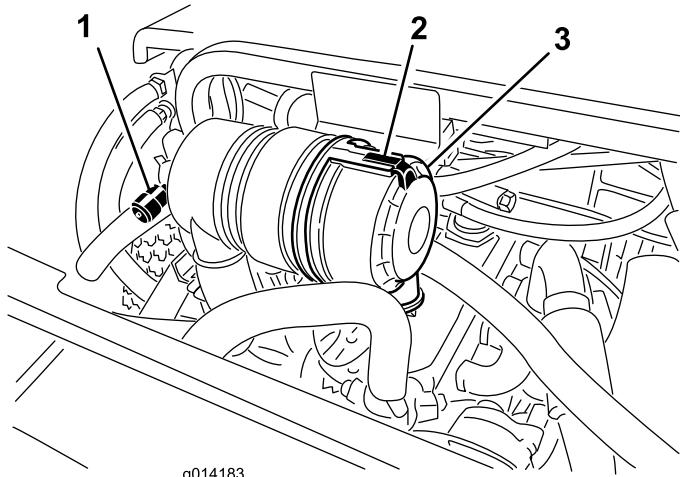

Figura 32
Faça a manutenção ao filtro de ar apenas quando o indicador de manutenção (Figura 32) o exigir. Mudar o filtro de ar antes de ser necessário apenas aumenta a possibilidade de entrar sujidade no motor quando se retira o filtro.
1. Liberte o trinco que fixa a cobertura do filtro de ar ao respetivo corpo (Figura 32).